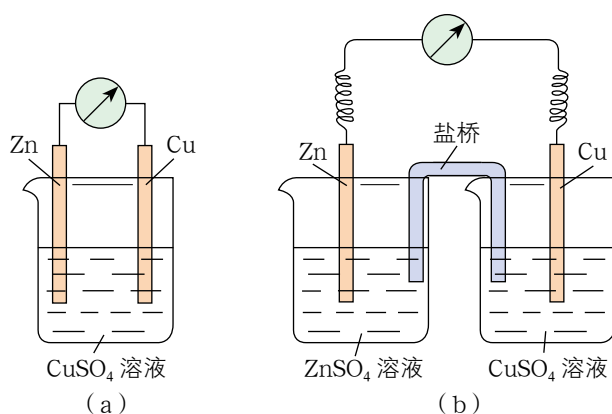

图1-2-2 铜锌原电池
你认为图 1-2-2 所示装置是否能够构成原电池将化学能转化成电能？请说明理由。
按图 1-2-2 组装装置进行实验，观察并记录实验现象。
1. 分析图 1-2-2 所示 (a) (b) 两个原电池各部分的作用，确定其电极反应物、电极材料和离子导体。
2. 分析图 1-2-2 所示 (a) (b) 两个原电池的工作原理，写出电极反应。
3. 比较图 1-2-2 所示 (a) (b) 两个原电池，说明各自的优缺点。
分别采用图 1-2-2 (a)、1-2-2 (b) 所示装置进行实验时，检流计的指针均发生了偏转，说明均有电流产生，即发生了化学能转化为电能的过程，(a) (b) 都形成了原电池。进一步分析可知，图 1-2-2 (a)、1-2-2 (b) 所示原电池中，负极反应物和负极材料均为锌片，正极反应物均为 CuSO_4 溶液，正极材料均为铜片；图 1-2-2 (a) 所示原电池的离子导体为 CuSO_4 溶液，而图 1-2-2 (b) 所示原电池则由 CuSO_4 溶液、 ZnSO_4 溶液和盐桥共同做离子导体，构成离子移动的“通道”。
根据电流的方向可知，图 1-2-2 (b) 所示原电池的电极上发生的反应与图 1-2-2 (a) 所示原电池的相同：锌原子失去电子被氧化成 Zn^{2+} 进入溶液，锌片上的电子通过导线流向铜片； CuSO_4 溶液中的 Cu^{2+} 在铜片上获得电子，被还原成铜沉积在铜片上。在图 1-2-2 (b) 所示的原电池中，盐桥中的阴离子（如 Cl^- ）进入 ZnSO_4 溶液，阳离子（如 K^+ ）进入 CuSO_4 溶液。
在图 1-2-2 (b) 所示原电池中, 两个电极反应是在彼此隔离的条件下进行的, 锌与 Cu^{2+} 不直接接触, 这样可以使我们更清楚地认识电池中发生的化学反应。